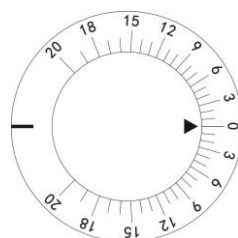
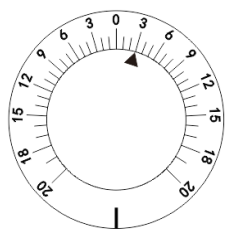
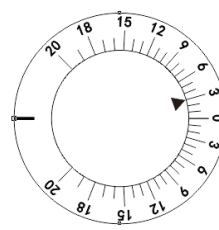

Figura 22
Figura 23
Figura 24
Gire el prisma giratorio ⑫ sujetando su base para colocarla en la abertura de examen. Gire la perilla de rotación del prisma ⑪ hasta que se establezca la potencia requerida del prisma. Lo que indica la flecha del triángulo negro es la potencia actual del prisma. Por ejemplo, la potencia del prisma indicada en la figura 22 es 0. que en la figura 23 significa la base en la potencia del prisma de 3, y que en la figura 24 significa la potencia del prisma de la base hacia arriba de 3Δ .